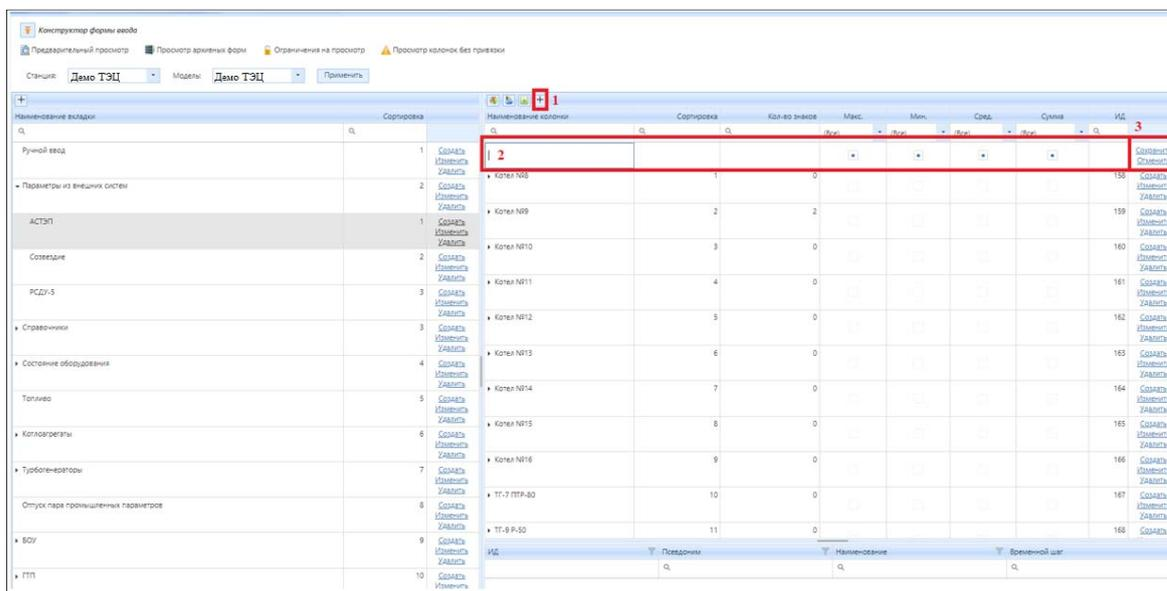

Рисунок 4.6.5 – Создание колонки в конструкторе формы ввода
Выделите левой кнопкой мыши необходимую вкладку для дальнейшего создания относящихся к ней колонок. В правой части подраздела нажмите кнопку (1) «Создать колонку» (рис. 4.6.5).
В появившейся строке блока 2 (рис. 4.6.5) выполните следующие действия: